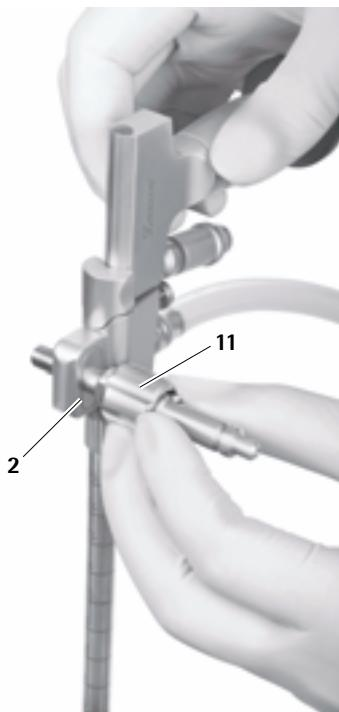

Fig. 18
- Inserir o adaptador de braço de suporte **11** opcionalmente na lateral (à direita/esquerda) no orifício, até a flange engatar na ranhura prevista **2** que serve para a fixação do braço de suportet, ver Fig. 18.